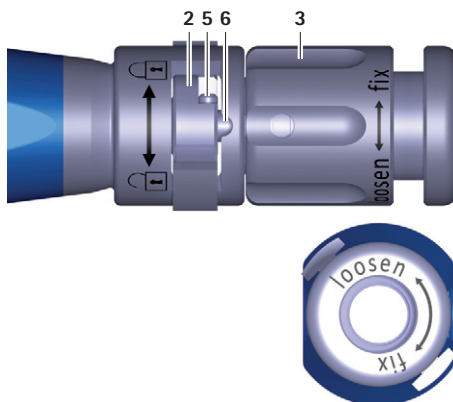

Fig. 1 Vista da vicino, strumento inseritore, interruttore aperto
- Ruotare il dado girevole 3 dello strumento inseritore A in senso antiorario (direzione "loosen"), per spostare in avanti l'astina 6, vedere Fig. 1.
- ▶ Ruotare l'interruttore **2** verso sinistra (direzione ) , vedere Fig. 1.
- ▶ Verificare la posizione per collegare lo strumento inseritore **A**, vedere Fig. 1.